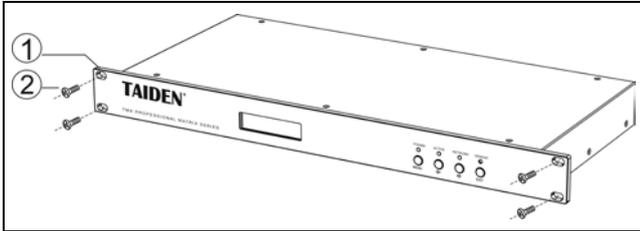

图 1.2 矩阵的安装
SDI 高清数字视频跟踪矩阵为 1U 标准机柜式安装，安装方法如下：将矩阵放入机柜，并用螺丝②穿过矩阵前面板左右两端的固定孔①，将其固定便可。如图 1.2。